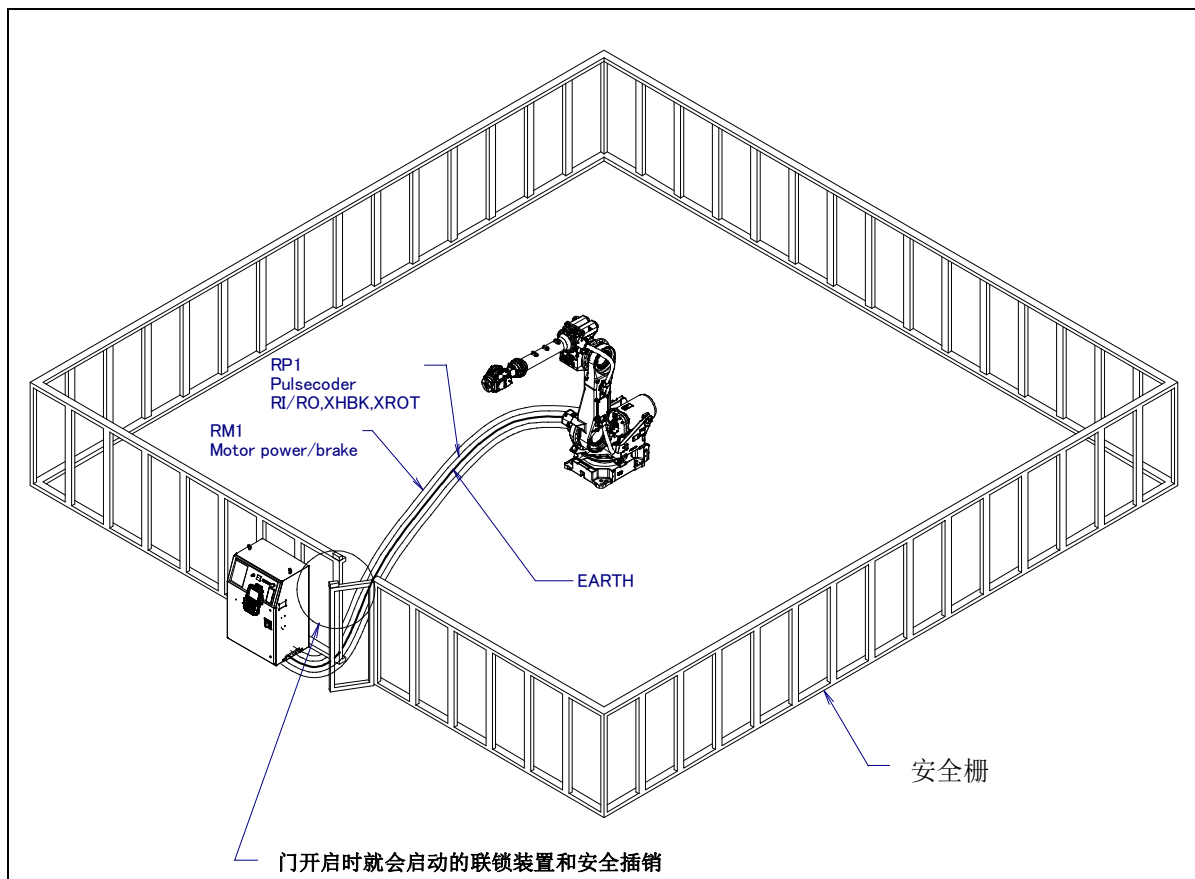

图 2.4.2 (a) 安全栅栏和安全门
- (9) 在进行外围设备的个别调试时，务必断开机器的电源后再执行。
- (10) 在使用操作面板和示教器时，由于戴上手套操作有可能出现操作上的失误，因此，务必在摘下手套后再进行作业。
- (11) 程序和系统变量等的信息，可以保存到存储卡等存储介质中(选项)。为了预防由于意想不到的事故而引起数据丢失的情形，建议用户定期保存数据(见控制装置操作说明书)。
- (12) 搬运或安装机器人时，务必按照 FANUC 公司所示的方法正确地进行。如果以错误的方法进行作业，则有可能由于机器人的翻倒而导致使用者受重伤。
- (13) 在安装好以后首次使机器人操作时，务必以低速进行。然后，逐渐地加快速度，并确认是否有异常。
- (14) 在使机器人操作时，务必在确认安全栅栏内没有人员后再进行操作。同时，检查是否存在潜在的危險，当确认存在潜在危险时，务必排除危险之后再进行操作。
- (15) 在连接与停相关的外围设备(安全栅栏等)和机器人的各类信号(外部急停、栅栏等)时，务必确认停的动作，以避免错误连接。
- (16) 有关架台的准备，按照图 2.4.2 (c)，在安装或者维修作业时，请十分注意高地作业的安全。应考虑脚手架和安全皮带安装位置的确保。